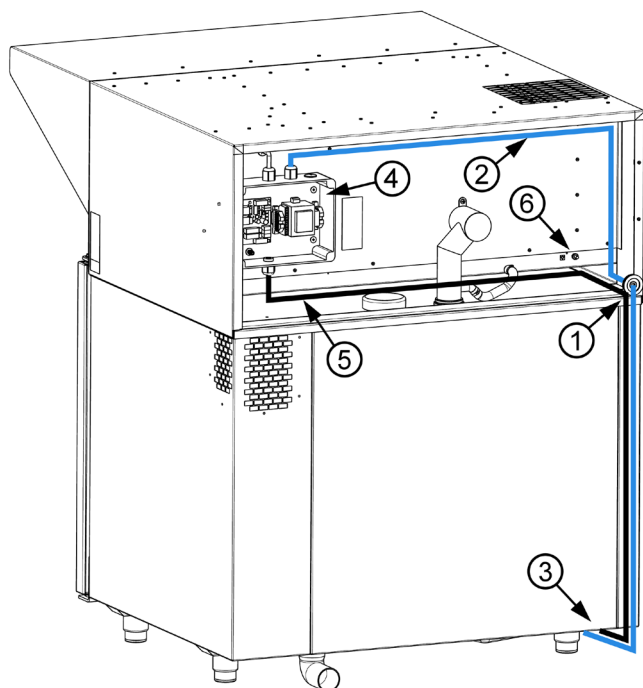

Figure 6 : Arrière de la hotte 0610
À l'arrière de la hotte se trouve un boulon M6 (6) prévu pour les raccords protecteurs, voir fig. 6. Raccordez-le à un câble adapté et effectuez le raccord protecteur
À l'arrière de la hotte se trouve un boîtier de distribution en plastique (4) duquel sort le câble de commande UTP (2) équipé d'une prise RJ-45 (voir fig. 6).
Découpez une ouverture en croix dans l'œillet en caoutchouc (1) sur le bord de la hotte. Passez le câble UTP (2) par l'ouverture et faites-le courir jusqu'aux brides percées (3) derrière le coin gauche au bas de l'appareil (voir fig. 6)
À l'arrière de la hotte (voir fig. 6), se trouve un boîtier de distribution en plastique (4) duquel sort le câble électrique 3 x 1,5mm2 (5) se terminant par des fils à nu. Enfilez ce câble par l'œillet en caoutchouc de la même manière que le câble de commande UTP.